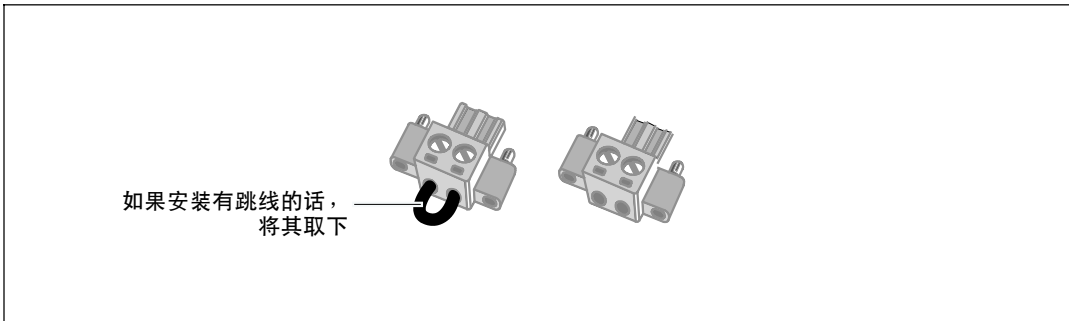

图 16. REPO 连接器
**注意：** 确认 REPO 连接器中没有安装跳线。如果安装了跳线，在连接到 REPO 端口上之前，取下跳线。参见 图 16。